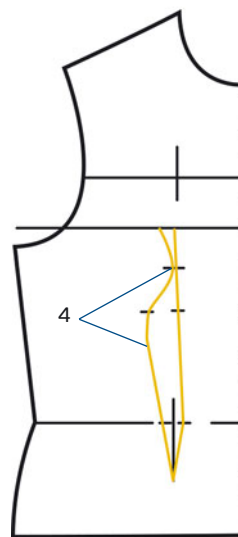

РИС. 3
4. Закруглите углы, получившиеся при построении (рис. 3).